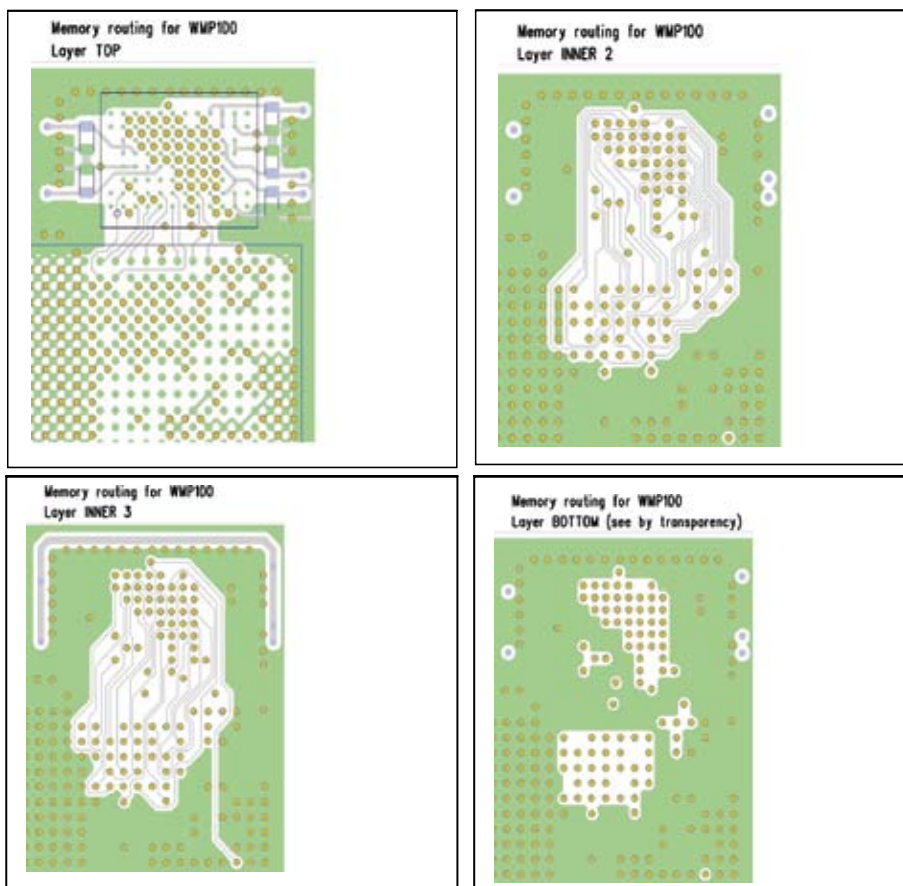

Рис. 5. Рекомендованная топология для внешней памяти
Для построения законченной системы к WMP100 необходимо добавить внешнюю память (Flash и RAM). Требуемый объем определяется разработчиком самостоятельно, что позволяет оптимизировать себестоимость устройства. Максимально возможный объем внешней памяти составляет 1 Гбит. Внешняя память подключается через специальную шину (рис. 4). Благодаря четырем линиям выборки (CS), имеется возможность подключить до 4 независимых микросхем. Сигналы управления позволяют обращаться к памяти в режиме «Intel» (сигналы WE и OE) или в режиме «Motorola» (сигналы E и R/W). Для минимизации занимаемой площади печатной платы и упрощения разводки компания Wavocom рекомендует использовать совмещенную (Combo) Flash/RAM-память. Это может быть, например, микросхема **M36W0R5030T0ZAQ** от компании STMicro. Этот чип включает в себя 32 Мбит Flash и 8 Мбит SRAM. В связи с тем, что внутреннее ПО (Firmware) будет загружено во внешнюю память, обязательным условием является использование линии CS0 для выборки Flash и линии CS1 для выборки RAM. Линии CS2 и CS3 доступны для подключения дополнительной памяти под приложения пользователя. Для питания внешней памяти от напряжения 1,8 В (линия VCC_1V8) используется внутренний DC/DC-преобразователь WMP100. В качестве линии сброса внешней памяти нужно использовать сигнал EXT-RESET (вывод AB14). В оригинальной документации Wavocom [3] приводится рекомендованная топология (4 слоя, рис. 5) и требования к проводникам для подключения внешней памяти.